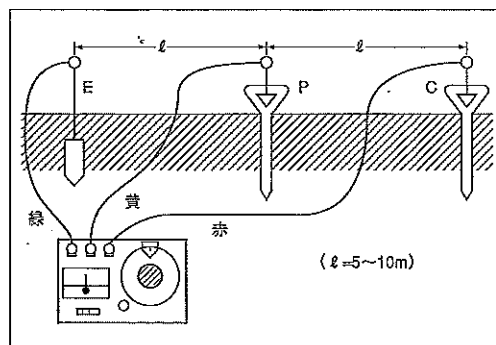
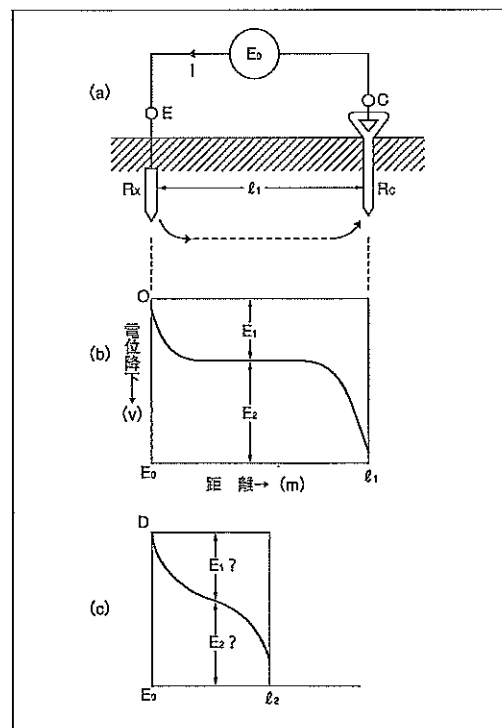
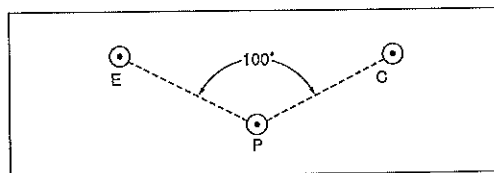

図3.1
図4.2
図4.4
本体と被測定接地極 (E) および補助接地棒 (P.C) を付属のリード線を用いて図3.1のように接続します。
(1) いま，測定しようとする接地体E (R_x) と補助接地棒 (R_c) を図4.2 (a) のような電源Eに接続するとE-C間の電位降下の状態は図4.2 (b) のようになります。すなわちE-C間の距離が充分 (ℓ_1) であれば，E-Cの中央部分が電位的に平らになりますから R_x による電位降下 (E_1) と R_c による電位降下 (E_2) がE-Cの中央付近で明瞭に分離することができます。したがってE-Cの中央付近にもう1つの補助接地棒 (P) を打込んでE-P間の電位差 E_1 を測定すれば
(2) E_0 に直流電源を用いると電極と大地との間に分極作用が起り測定に誤差を生じますので一般には交流で測定します。
(3) また図4.2 (a) のE-C間の距離が短かすぎるとその間の電位状態は図4.2 (c) のようになり (ℓ_2) E_1 と E_2 の分離点がわからなくなります。一般にはE-C間は10～20mあれば充分ですが鉄筋ビルなどのような大建築物の接地抵抗を測定する場合には事情によってさらに長い間隔が必要になることがあります。
- (1) 完全補装がなされているため、補助接地棒を打込む場所がない。
- (2) 被測定ビルの接地以外に、まわりのビルもそれぞれ接地されているので、ビル街それ自体が例えていえば“もち焼き網”の如くなっている。
- (3) ビルの接地測定地は地下の電気室等であり、たとえ地上で補助接地棒が打込めても測りにくい。などいろいろな問題があります。
- (d) 補助電極の距離も東西にのばしたり、南北にのばしたりして、単に距離の延長だけにとらわれず図4.2の (b) に示すような平らな状態をさがしてください。
- (1) 接地抵抗を測定する場合には必ず補助接地が必要ですが、その方法は場所柄および土壌の状態によって色々考えられます。補助接地には一般に、被測定接地体 (E) に電流を流し込むための補助接地 (C) と図4.2 (b) のEを検出するための補助接地 (P) がありますが、いずれの抵抗値もできるだけ小さいことが望まれます。精度の良い測定を行なうためにはP,Cの抵抗がそれぞれ約 $5k\Omega$ 以下になるように補助接地をしなければなりません。普通の場合には図3.1に示したように補助接地棒を地面に打込むだけで充分ですが、地面が堅くて棒が打込めない場合とか乾燥し
- (2) 図3.1におけるE,P,Cの位置にほぼ一直線上にあることが望ましいのですが、建造物やその他の障害物がある場合には図4.4のP点の角度が約 100° 以上であれば、ほとんど誤差なく測定することができます。このような場合にはE-P、P-Cの間隔を多少長めにとってください。
この接地電圧を検出するには図3.1の測定状態で切換スイッチを“V”にして下さい。